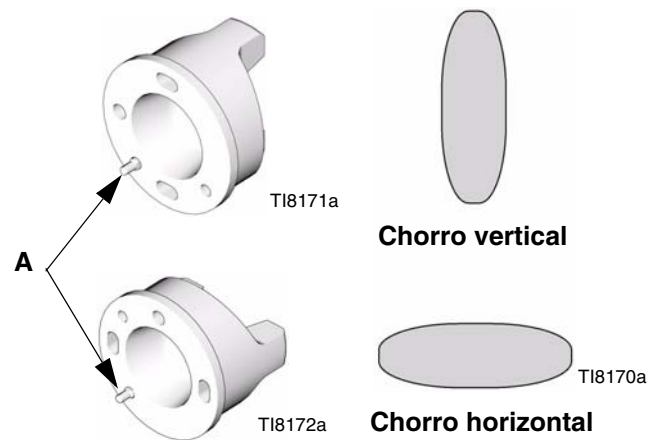

FIG. 11: Coloque el casquillo de aire
Los cabezales de aire se ajustan en fábrica con el pasador de alineación (A) fijado en el chorro de pulverización vertical. Para cambiar el cabezal de aire al chorro de pulverización horizontal, utilice alicates con punta de aguja para desenroscar el pasador de alineación (A) y colocarlo en el orificio del chorro de pulverización horizontal. Cuando mueva el pasador, utilice un sellador de roscas de baja fortaleza. Apriete a un par de 1,5-2,5 in-lb (0,2-0,3 N•m). **No apriete excesivamente**. Consulte FIG. 11.